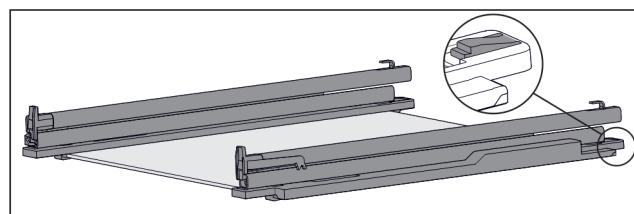

Fig. 52 Скляна пластина з рейками та деталями для підтримки
- Деталь для підтримки натиснути вниз (див. Fig. 52) і одночасно посунути рейку назад.